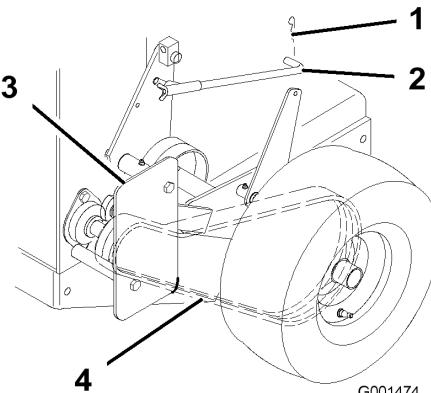

Figura 36
1. Retire el pasador de horquilla que sujeta la varilla del freno al brazo del freno para aliviar la tensión en la polea tensora de la correa (Figura 36).
2. Retire el perno inferior y afloje los pernos superiores del protector para poder girarlo y facilitar el acceso a la correa (Figura 36).
3. Eleve la correa, desacóplela de la polea tensora y retírela de la polea de transmisión (Figura 36).
6. Sujete el deflector con los pernos retirados anteriormente, y apriete los pernos (Figura 36).
7. Sujete la varilla del freno al brazo del freno con un pasador de horquilla (Figura 36).